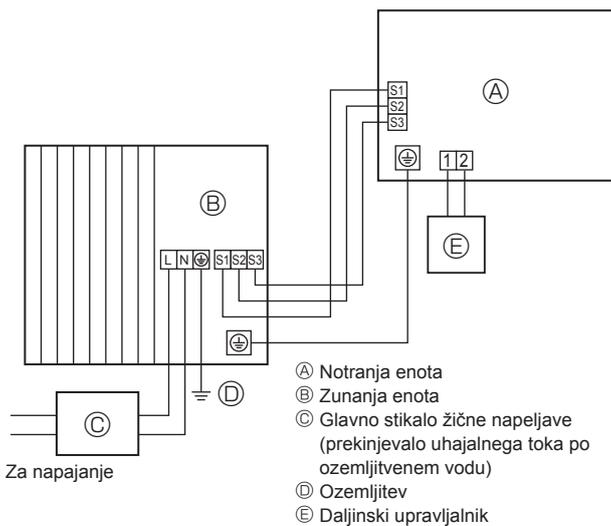
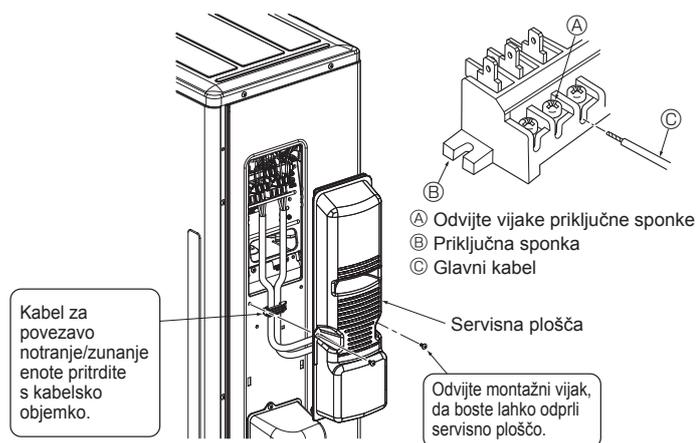
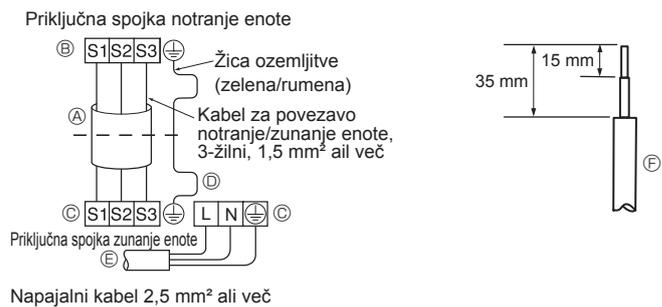

Fig. 6-1
Fig. 6-3
Fig. 6-2
### 6.1. Zunanja enota (Fig. 6-1, Fig. 6-2, Fig. 6-3)
- ① Odstranite servisno ploščo.
- ② Napeljite kable, kot je prikazano na slikah Fig. 6-1, Fig. 6-2 in Fig. 6-3.
- Napeljite žično napeljavo, kot je prikazano na shemi spodaj levo. (Kabel kupite v trgovini.) (Fig. 6-2)
- (A) Povezovalni kabel
- (B) Priključna sponka notranje enote
- (C) Priključna sponka zunanje enote
- (D) Ozemljitvena žica mora biti daljša od drugih dveh.
- (E) Napajalni kabel
- (F) Napajalni vod